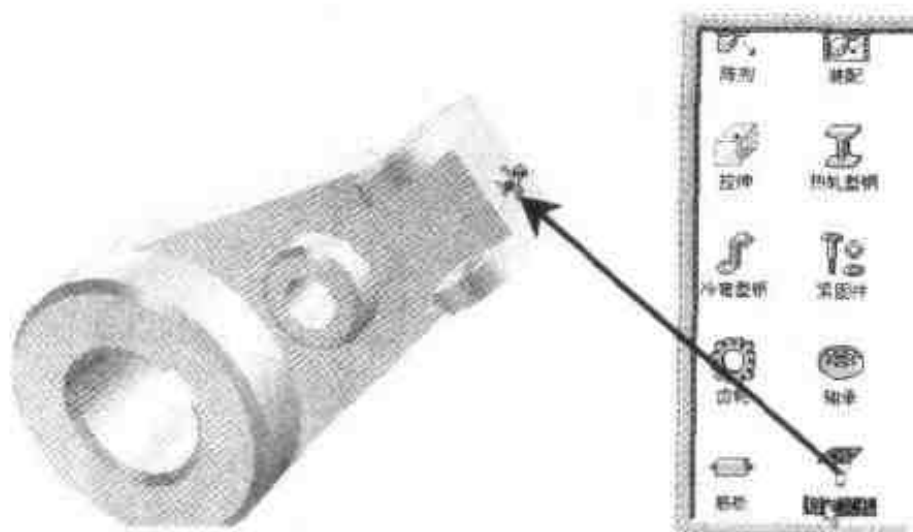

图 1.8 将【自定义孔】拖放到柄体零件上
- (1) 将带孔圆柱体、长方体和 U 型体组合形成柄体零件, 自定义图素作为手把零件, 选择【工具】设计元素中的【自定义孔】, 将其拖放到柄体零件顶部, 如图 1.8 所示。